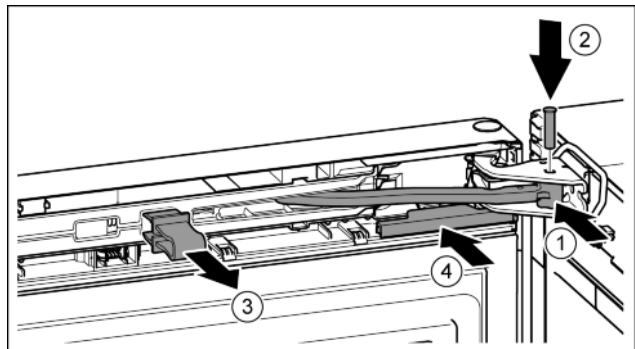

Fig. 25
- ▶ Forgassa a csapágybakba a csuklót. Fig. 25 (1)
- ▶ Helyezze be a csapágybakba és a csuklóba a csapszeget. Közben ügyeljen arra, hogy a bekattanó bütyök megfelelően illeszkedjen a horonyba. Fig. 25 (2)
- ▶ Vegye le a biztosítékot. Fig. 25 (3)
- ▶ Tolja fel a fedelet. Fig. 25 (4)